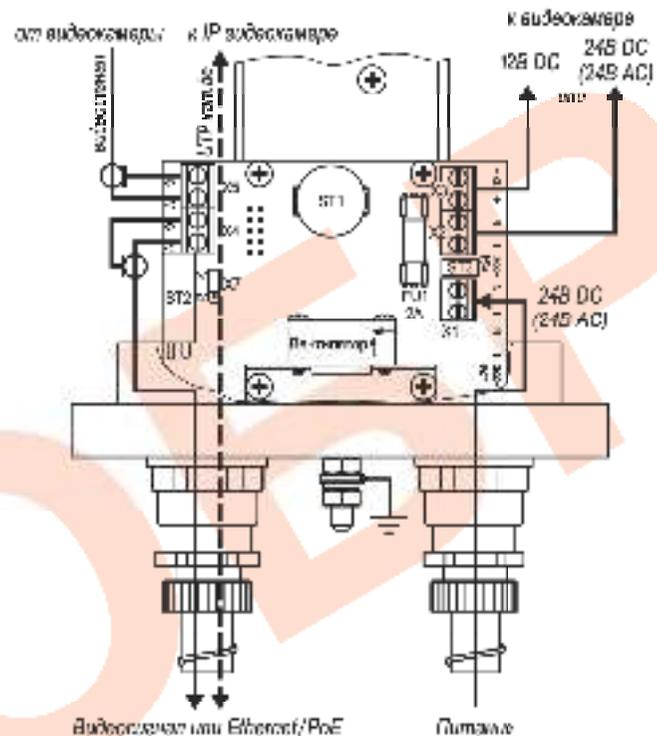

Рис.2 Подключение ТГБ-4Г ТВ Ex-2/12(24); -2/12(-24)
4. Подсоединить видеокамеру к контактам платы коммутации в соответствии со схемой подключения (рис.2, 3 или 4).
5. Ввести через гермовводы внешние кабели (кабель видео и кабель питания) и подключить их к плате коммутации (рис.2 или 3).
Предприятием изготовителем диаметр X7 установлен в положение «31» - мощность обогрева 31 Вт, для изменения мощности на 21 Вт диаметр X7 необходимо переставить в положение «21» (см. рис.2 и 3).